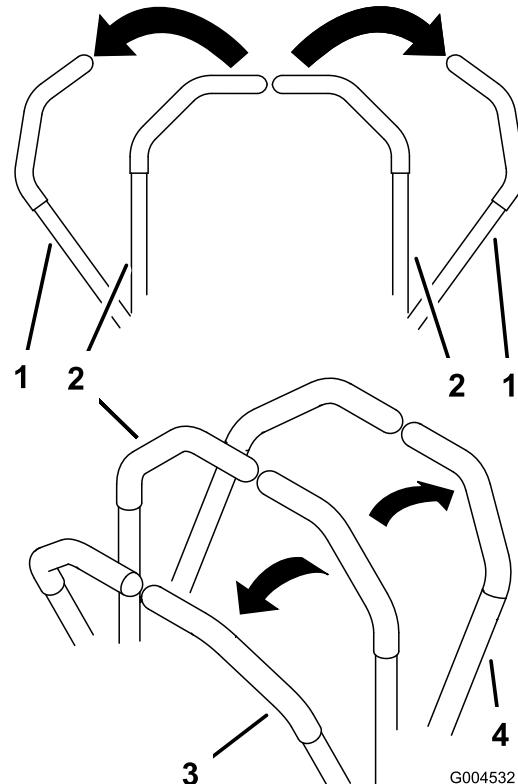

Figura 15
3. Per fare marcia avanti spingete lentamente in avanti le leve di controllo del movimento (Figura 15).
Per spostarvi in linea retta applicate una pressione identica su entrambe le leve di controllo del movimento (Figura 15).
Per girare, spostate la leva di controllo del movimento verso il folle, nella direzione in cui volete voltare (Figura 15).
2. Per fare marcia indietro tirate lentamente indietro le leve di controllo del movimento (Figura 15).
Per girare, rilasciate la pressione sulla leva di controllo del movimento verso la direzione in cui volete voltare (Figura 15).